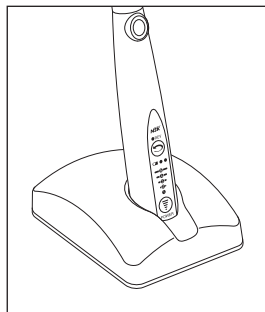

図 5
- 2) モータハンドピースを充電スタンドに図 5 の向きで挿し込みます。